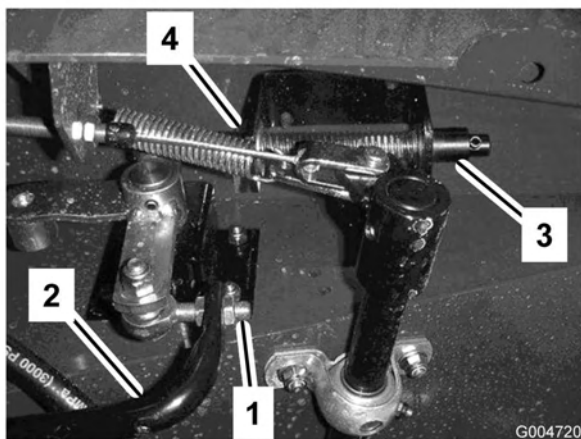

Figure 69
3. Desserrez les écrous de blocage à l'extrémité de la barre et réglez la longueur de la barre de déplacement (Figure 69) pour que la pédale touche la butée quand le levier de pompe arrive au bout de sa course. Resserrez les écrous de blocage.
3. Remplissez le réservoir (Figure 69) d'environ 30 litres d'huile hydraulique (voir Contrôle du niveau de liquide hydraulique).